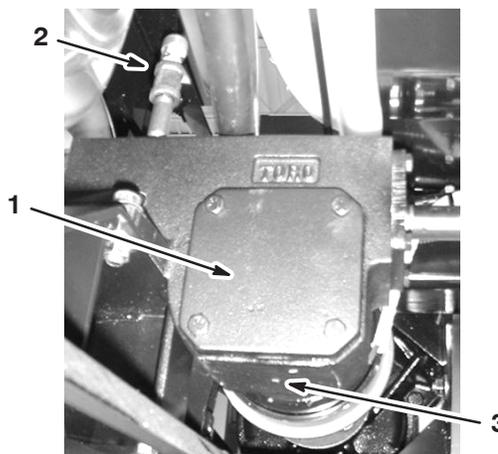

Figure 45
3. Retirez le bouchon de remplissage et de vidange (Fig. 45) pour permettre à l'huile de s'écouler dans le bac.